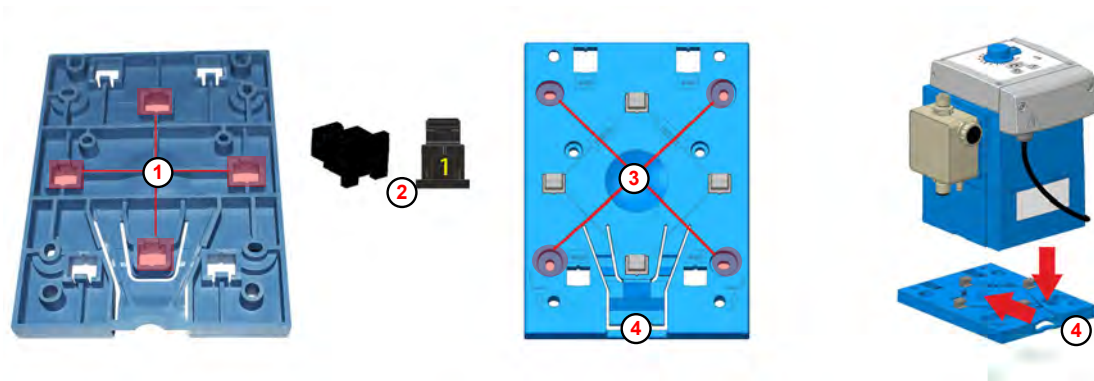

Abb. 4: Vorbereitungen zur Tischmontage
- ① Öffnung
- ② Halteelement
- ③ Bohrloch
- ④ Haltelasche
Auf der Unterseite der Montageplatte sind die Öffnungen für die Tischmontage (Abb. 4, ①) mit der Ziffer 1 gekennzeichnet.